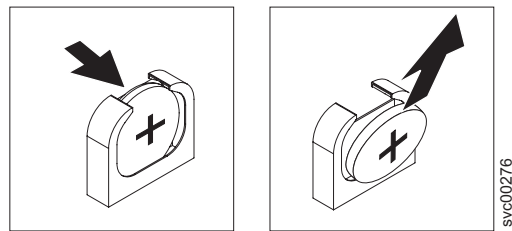

図 172. SAN ポリユーム・コントローラー 2145-8G4 CMOS バッテリー・ホルダー
4. 図 172に示すように、CMOS バッテリーを取り外します。